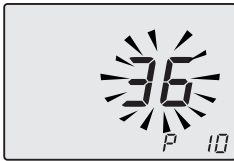

Figura 5.63
- Scorrere i vari parametri utilizzando i tasti 18 o 19 fino a far apparire sul display LCD le lettere **P10** e il valore del parametro, indicanti l'entrata nel "parametro 10" (Figura 5.63).